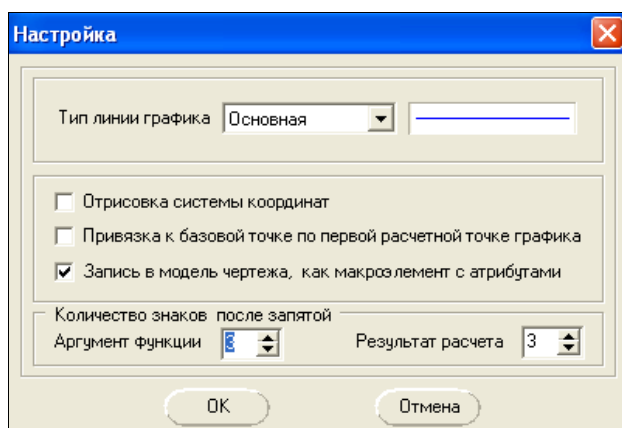

Рис. 26.57. Диалоговое окно **Настройка**
- ♦ щелкните пункт **Настройка**. Система выведет на экран диалоговое окно **Настройка** (рис. 26.57). В этом окне поставьте флажки **Отрисовка системы координат** и **Привязка к базовой точке**, если необходимо, и нажмите кнопку **ОК**;